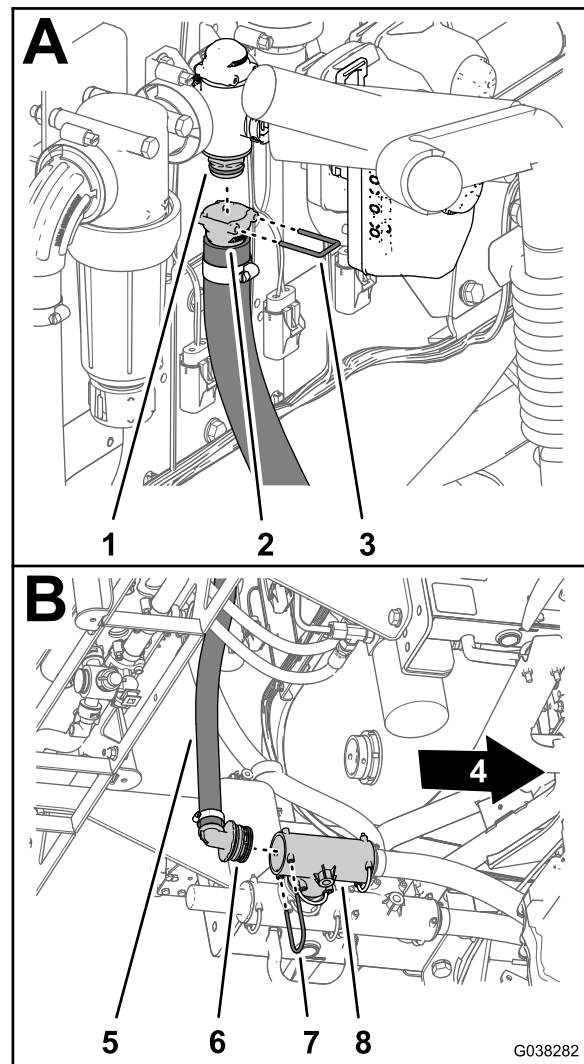

Figure 64
1. Fixez le raccord rapide (cannelé droit) du flexible de retour (2,5 x 71 cm) au raccord rapide de la vanne de débit avec le (petit) étrier fourni avec le flexible (Figure 64).
3. Emboîtez le raccord à 90° cannelé du flexible de retour dans l'orifice arrière du raccord en T intérieur (Figure 64).